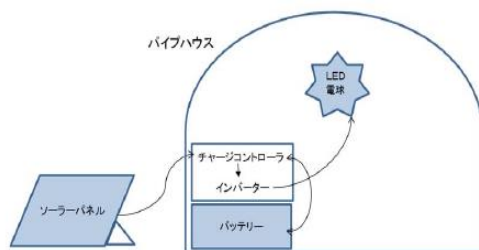

図1 太陽光移動蓄電装置のイメージ
1. 太陽光蓄電装置は、ソーラーパネル、バッテリーユニット、制御ユニットで構成し、軽トラックで運搬できます(図1 写真1 表1)。